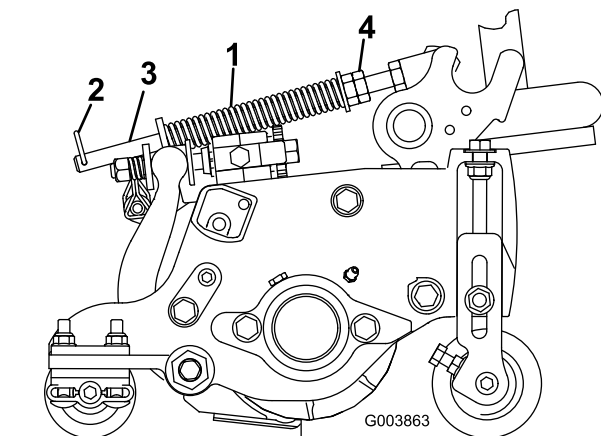

Figura 15
El muelle de compensación del césped (Figura 15) transfiere peso del rodillo delantero al trasero. (Esto ayuda a reducir el patrón de ondulación en el césped.)
1. Asegúrese de que el pasador de horquilla está instalado en el taladro del extremo de la varilla (Figura 15).
2. Apriete las tuercas hexagonales de la sección delantera de la varilla del muelle hasta que la longitud del muelle comprimido sea de 12.7 cm (5") en el Reelmaster 5410 (unidades de corte de 12.7 cm [5"]), y de 15.9 cm (6.25") en el Reelmaster 5510 (unidades de corte de 17.8 cm [7"]) (Figura 15).